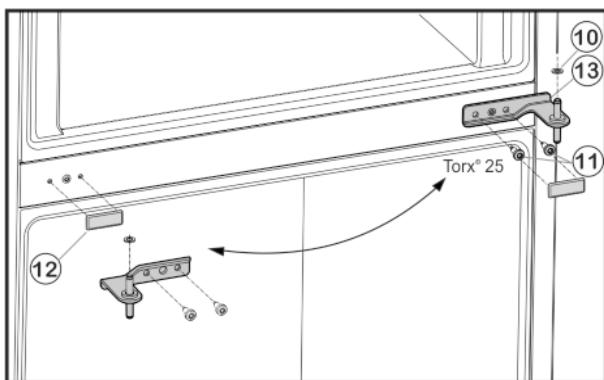

Fig. 5
- ▶ Викрутіть гвинти кріпління Fig. 5 (11) (2 шт. Torx® 25) та вийміть середній кронштейн з нижніх дверцят.
- ▶ Зніміть пластикову шайбу Fig. 5 (10).
- Обережно зніміть кришку Fig. 5 (12).
- Встановіть кришку Fig. 5 (12) на протилежному боці.
- Вставте середній опорний кронштейн Fig. 5 (13), повернувши його на 180°, у нижні дверцята і прикрутіть за допомогою гвинтів кріплення Fig. 5 (11) (2 шт. Torx® 25) до нового боку шарніра (**з моментом 4 Нм**).
- Знову встановіть пластикову шайбу Fig. 5 (10).
- Встановіть верхні дверцята на середній опорний кронштейн Fig. 5 (13).